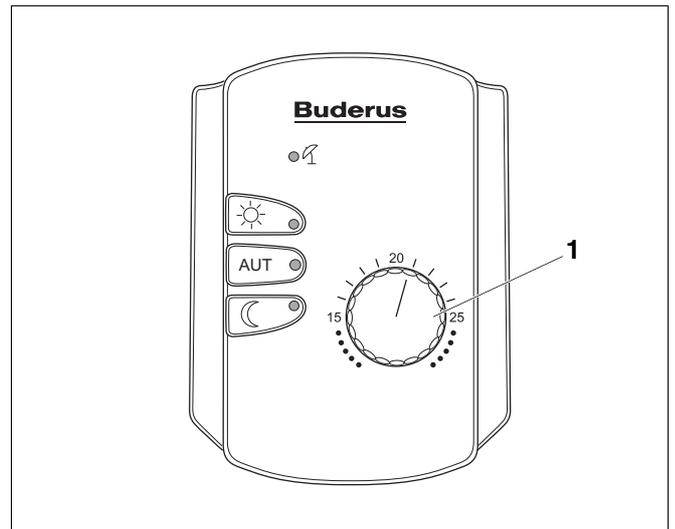

Fig. 11 Commande à distance
- Régler le bouton rotatif (fig. 11, **pos. 1**) sur la température ambiante de jour souhaitée, par ex. 21 °C.